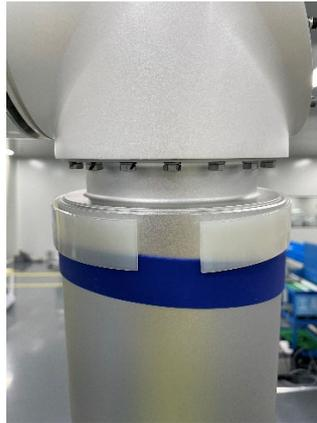

图 3-13 取下上臂橡胶环、支撑环
- 轻轻取下橡胶环,并将其环绕在上臂上,取下支撑环,如图 3-13 所示: